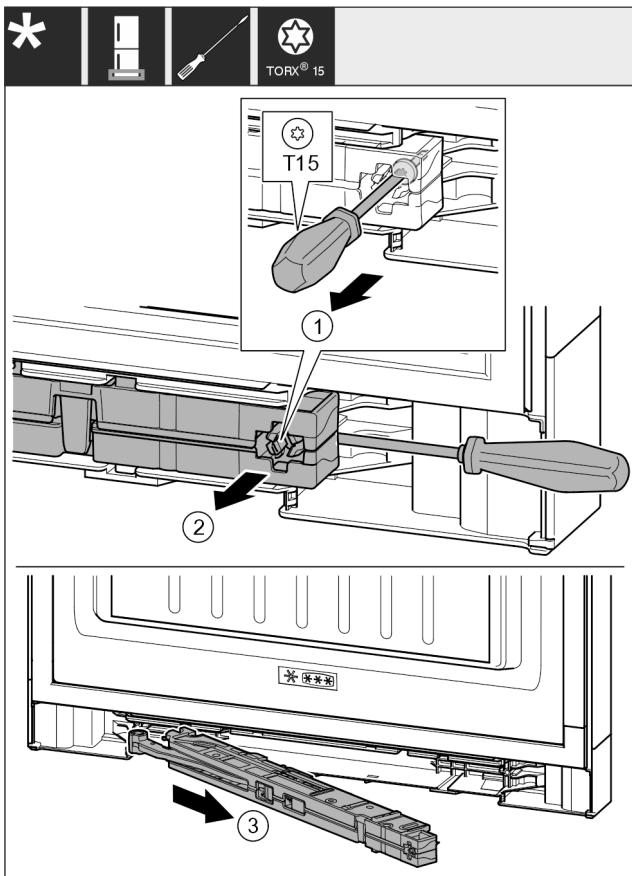

Fig. 17
- Vijak na blažilniku odvijte z izvijačem T15 za pribl. 14 mm. Fig. 17 (1)
- Na strani ročaja potisnite izvijač za enoto blažilnikov za zapiranje vrat. Enoto obrnite naprej. Fig. 17 (2)
- Enoto izvlecite. Fig. 17 (3)